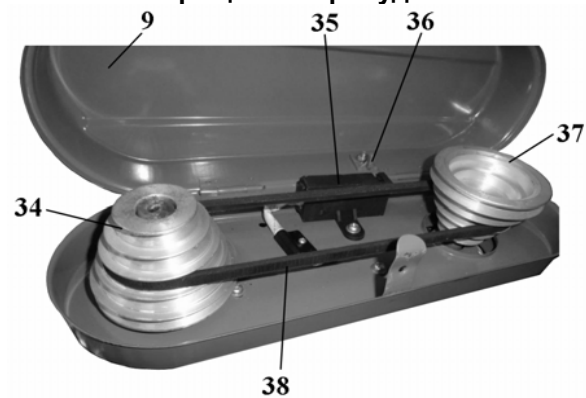
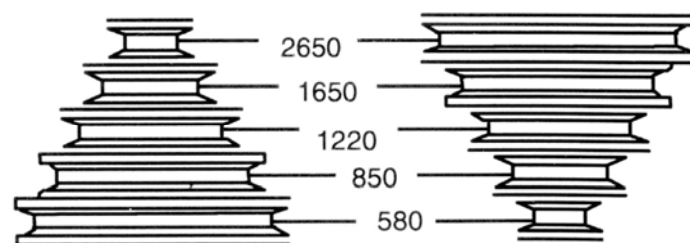
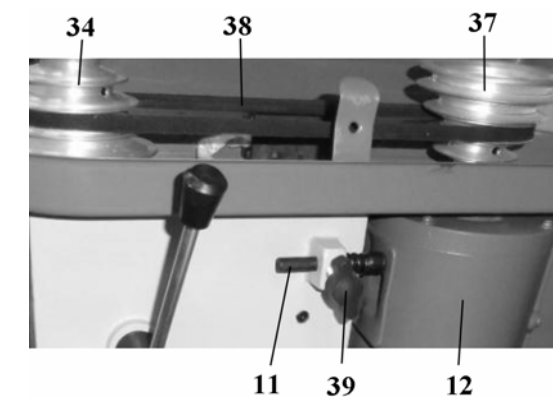

Рис. 8
Рис. 9
Рис. 10
- 10.8. Скорость вращения шпинделя регулируется изменением положения клинового ремня (38) на ручьях шкивов (34 и 37), Рис.8, 9. Можно установить 5 режимов частоты вращения шпинделя, Рис.9. Для изменения режима вращения шпинделя предварительно следует ослабить натяжение клинового ремня (38), Рис.8. Для этого необходимо ослабить винт фиксации (39), Рис.10. Переместите электродвигатель (12) со шкивом (37) в направлении шкива (34), так как на оси (11) установлена пружина; положение зафиксируйте винтом фиксации (39), Рис.10. В соответствии с намеченной операцией и согласно таблице 2 и Рис. 9 необходимо установить ремень (38) на ручьях шкивов (34 и 37), Рис.8 -10.